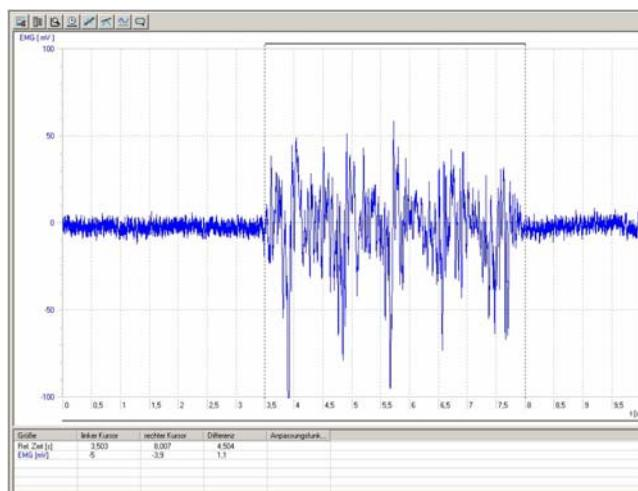

Fig. 4 EMG von Muskelkontraktionen des linken Unterarms; Ruhe- und Aktivphasen im Wechsel
- Das Template starten und die Messkurve des Elektromyogramms aufzeichnen (Fig. 4).